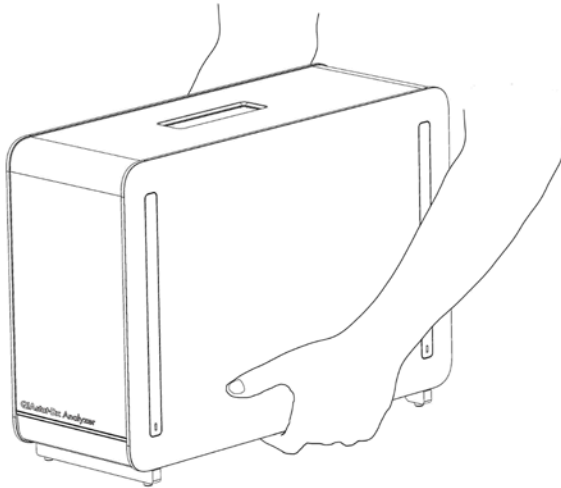

Abbildung 4: Richtige Handhabung des Analysemoduls
**Hinweis:** Halten Sie das Analysemodul beim Heben und Transportieren mit beiden Händen unten fest, um das Gerät vom Fußteil zu entfernen, wie in Abbildung 4 gezeigt.